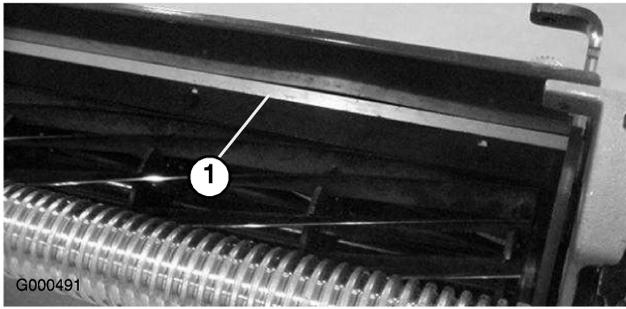

図 54
1. バー（図 54）をカッティングユニットに固定しているネジをゆるめる。